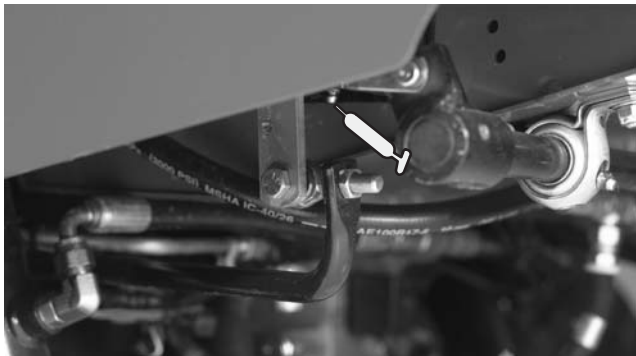

Bild 32
- Fahrpedal-Drehbüchse (1) (Bild 32)